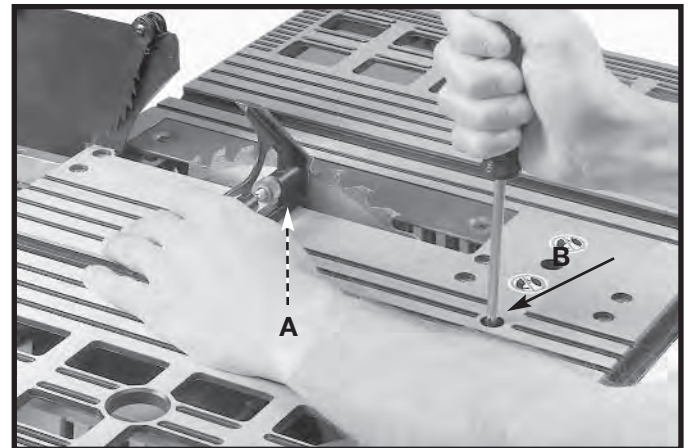

Fig. 31
3. Coloque una escuadra (A), Fig. 31, en la mesa con uno de sus extremos contra la hoja y verifique que la hoja esté a 90 grados de la mesa. De lo contrario, afloje el tornillo (B) Fig. 31, y mueva el mecanismo de inclinación de la hoja hasta que ésta quede a 90 grados de la mesa. Ajuste el mango de bloqueo de inclinación de la hoja (A), Fig. 30, y el tornillo (B), Fig. 31, hasta que se detenga.
2. Afloje el mango de bloqueo de inclinación de la hoja (A), Fig. 31, mueva el mecanismo de inclinación de la hoja (B) hacia la derecha, tan lejos como sea posible, y ajuste el mango de bloqueo de inclinación de la hoja (A).